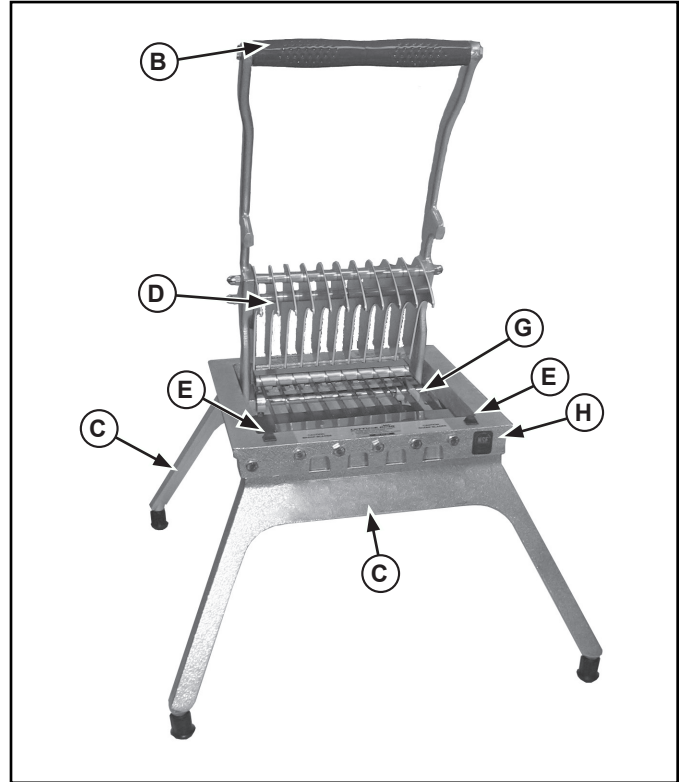

Figura 1. Características y controles, Lettuce King I.
6. **Lettuce King I:** Quite la mano del área del conjunto de hojas (G) y colóquela en la pata (C). Consulte la Figura 1.
4. Verifique que los topes (E) estén instalados. Si faltan, limpie la superficie e instale la o las protecciones bloqueadoras de las hojas. Consulte la Figura 1.
5. Retire los tornillos que sostienen el conjunto de hojas (T). Retire y deseché cuidadosamente el conjunto de hojas. Consulte la vista detallada y la lista de piezas.
6. Inspeccione los dedos de empuje (J). Si están mellados o presentan rebabas, alise los bordes ásperos con una lima plana pequeña. Los espacios entre los dedos deben ser uniformes. Enderece los dedos doblados.
7. Verifique que las protecciones de las hojas (V) estén instaladas en el conjunto de hojas. Consulte la Figura 1.
8. Coloque el conjunto de hojas (G) en el bastidor (H) de modo que quede correctamente asentado con el lado filoso hacia arriba. Consulte la Figura 1.
9. Instale los tornillos en el lado posterior del conjunto de hojas (G). Apriételos hasta que hagan contacto con el conjunto de la base (H). Gire el tornillo hasta que quede apretado, sin exceder el 1/2 giro o los 0.5 kg. metros (40 pulg. lbs.)
10. Coloque la arandela de goma entre el conjunto de la base (H) y el conjunto de hojas (G). Introduzca los tornillos por el bastidor y la arandela de goma en el conjunto de hojas. Gire el tornillo hasta que quede apretado, sin exceder el 1/2 giro o los 0.5 kg. metros (40 pulg. lbs.)
11. Baje lentamente el cabezal de empuje (D) hasta el conjunto de hojas (G). Si hace contacto, es posible que deba ajustarse el cabezal del empuje. Para ello, afloje los tornillos de fijación del collarín trabante y ubíquelos, luego ajuste los dedos del cabezal de empuje. Apriete los tornillos de fijación del collarín trabante.